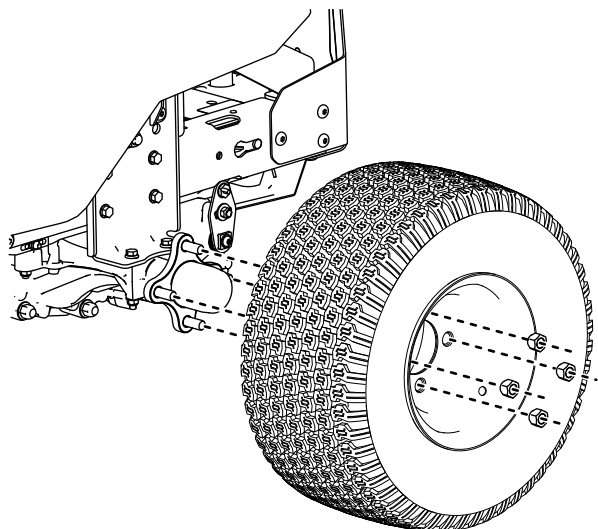

Figura 2
11. Rimuovete gli pneumatici posteriori come mostrato nella Figura 2.